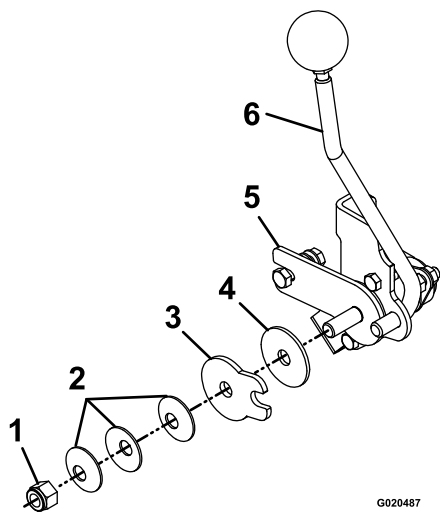

Figura 64
3. Ajuste a porca da articulação que está localizada no fundo do veio de controlo de movimento na frente da consola direita (Figura 64).